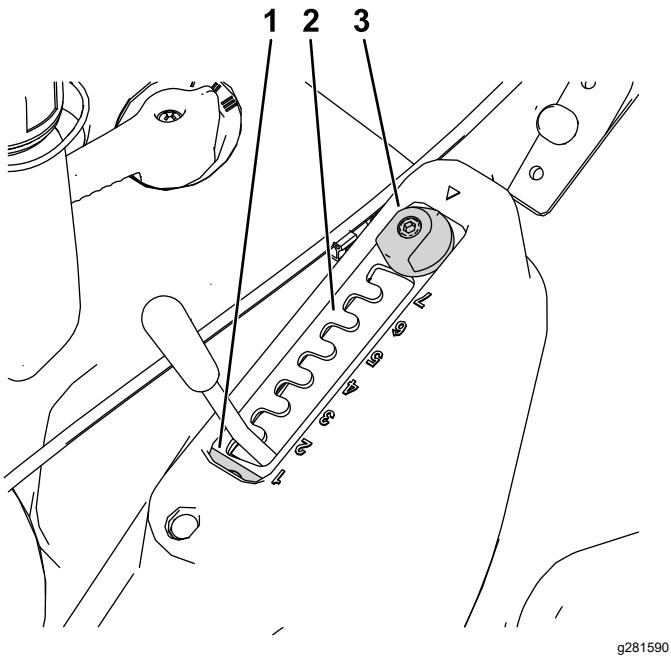

Figura 14
2. Gire el ajustador de MatchCut 180° (Figura 13 y Figura 14).